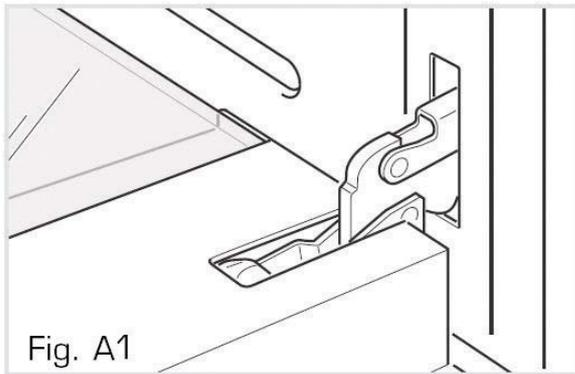

Fig. A1
1. Ouvrez complètement la porte du four (figure A1).